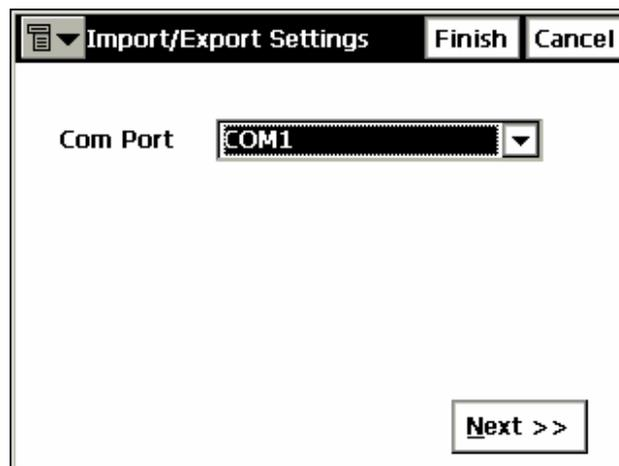

Рисунок 5-11. Настройки импорта/экспорта
2. В окне *Import/Export Settings* (Настройки импорта/экспорта) выберите средство связи, после чего нажмите **Next** (Далее) (рис. 5-11).